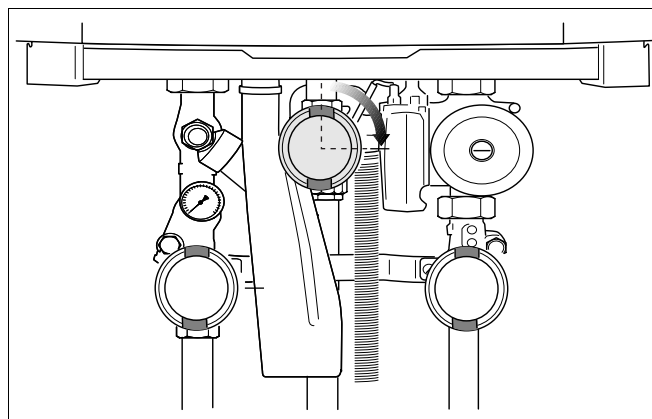

Fig. 67 Gaskraan sluiten
- Sluit de gaskraan (→ fig. 67).
- Wanneer er geen lucht meer ontsnapt, gaskraan sluiten (→ fig. 67, pag. 56).